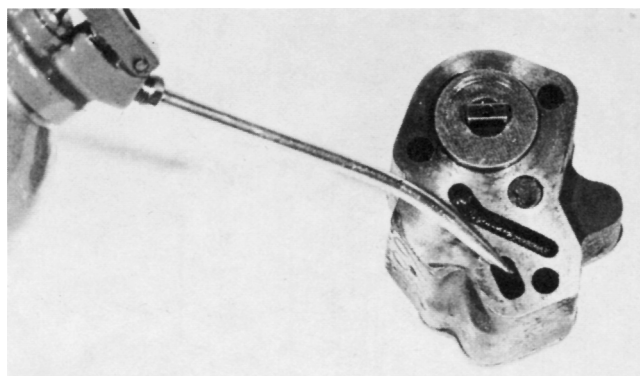

Fig. 38.
**OBS!** Spruta in lite olja i pumpen innan den monteras (se fig. 38).